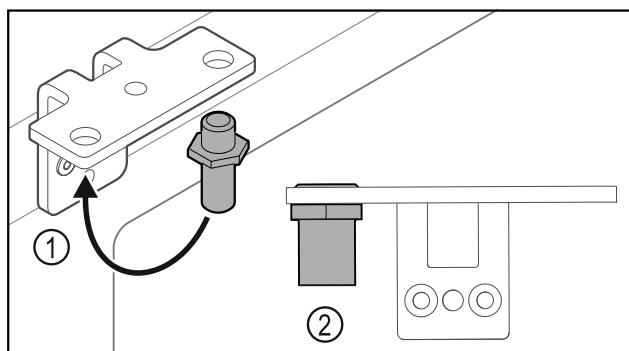

Fig. 31
- ▶ Premiestnite čap Fig. 31 (1) v uholníku závesu.
- ▶ Utiahnite čap Fig. 31 (2) **utáhovacím momentom 12 Nm**.